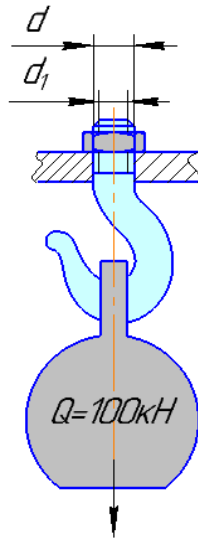

Рисунок 4 – Иллюстрация к задаче 4
4. Определить оптимальный диаметр резьбовой части хвостовика грузового крюка для силы  $Q=100$  кН. Гайку заворачивают, но не затягивают (рисунок 4). Материал крюка подобрать самостоятельно (используя предоставленную справочную литературу) из сталей, прочностные характеристики которых выше стали 30. Предельно-допустимое напряжение при растяжении стали 30  $[\sigma_p] = 125$  МПа.